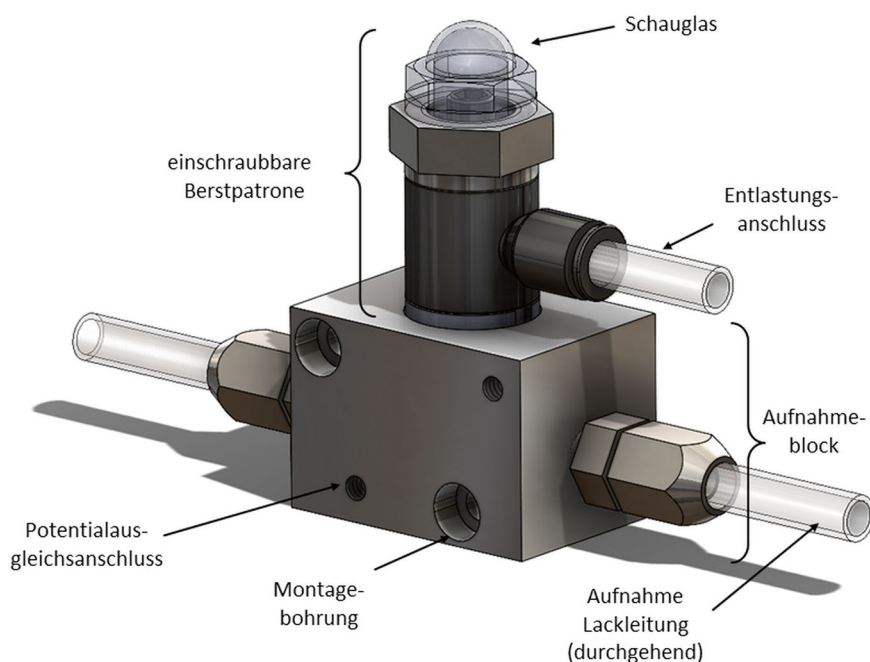
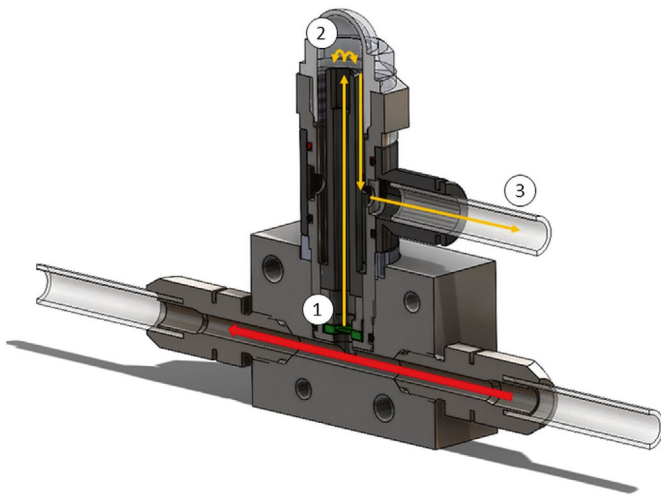

Bild 1 > Aufbau einer Berstpatrone im zugehörigen Aufnahmeblock.
Bild 2 > Schnittansicht der Berstpatrone.
Die hier vorgestellte Berstpatrone zur Überdrucksicherung für Nasslackversorgungen wird diesen Anforderungen gerecht. *Bild 1* zeigt die Berstpatrone, eingeschraubt in den zugehörigen Aufnahmeblock. *Bild 2* zeigt einen Schnitt durch die Berstpatrone. Im Inneren der Berstpatrone befindet sich eine Membran (1) die beim Überschreiten eines definierten Maximaldrucks birst und Material in der Lackleitung über den Entlastungsanschluss (3) angibt. Um das Ansprechen der Berstpatrone sicher erkennen zu können, hat die Berstpatrone ein Schauglas (2), in dem sich das entlastete Material gut erkennen lässt. Optional
Bei der Installation von Bauteilen in Lackversorgungen ist die Spülbarkeit der Komponenten ein wichtiges Merkmal. Der Anschluss des Lackkanals an die Berstpatrone erfolgt über einen Stich, dargestellt in Bereich 1 in *Bild 2*. Der Stich hat eine Tiefe von weniger als 3 mm. Bei einem Durchmesser des Stichts von 5 mm entspricht dies $0,6 \times D$ und ist somit als tottraumfrei
ist mit verschiedenen Innendurchmessern zum Anschluss gängiger Schlauchaußendurchmesser von 6...10 mm erhältlich. Weiterhin können die Böcke bei mehreren separaten Lackleitungen gestaffelt werden. Der Entlastungsanschluss ist dabei drehbar und ermöglicht auch bei komplexen Einbausituationen die notwendige Flexibilität. Jeder Block hat weiterhin einen Anschlusspunkt für einen elektrischen Potentialausgleich. Der in *Bild 1* dargestellte Block hat die Abmaße von $35 \times 35 \times 50$ mm und die Berstpatrone trägt weitere 52 mm auf.